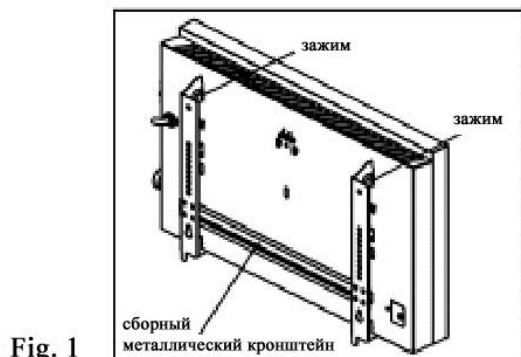

Fig. 1
- 1) Нажмите на зажим металлического кронштейна и потяните кронштейн вниз (рис. 1).